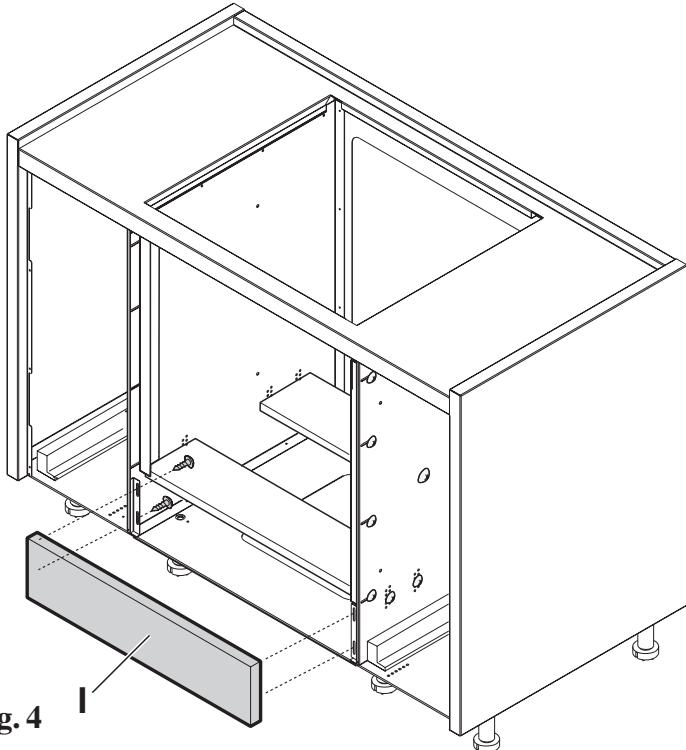

Fig. 4
- c. Repita las mismas operaciones **a** y **b**. **Fig. 4**